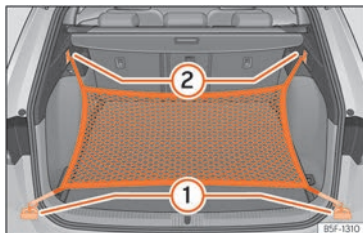

Fig. 134 En el maletero: argollas ① y ganchos ② para enganchar la bolsa de red.
- Fije los ganchos cortos de la red en las argollas de amarre »»» fig. 134 ① »»» ⚠. La cremallera de la bolsa tiene que quedar hacia arriba.
- Fije las cintas en los ganchos para colgar bolsas ②.